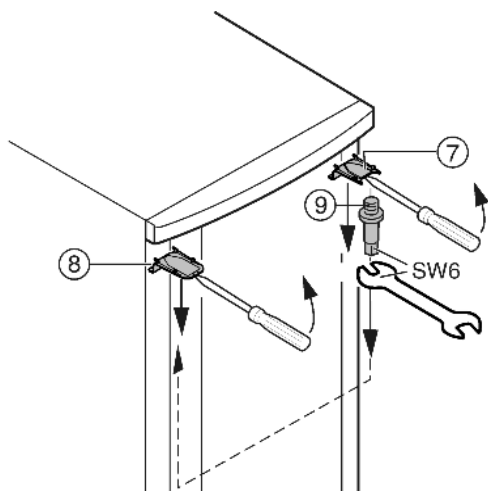

Fig. 7
- ▶ Vipp ut oppe dekelet Fig. 7 (7) og dekelet Fig. 7 (8) med en skrutrekker og fjern de på skrått nedover.
- ▶ Lagerbolten Fig. 7 (9) skrues ut og skrues inn igjen på motsatt side med minst **(med 4 Nm)**.
- ▶ Monter dekelet Fig. 7 (7) på den andre siden av lagerbolten igjen: sett den inn bak og la den klikke på plass foran.
- ▶ Monter dekelet Fig. 7 (8) på den andre siden: sett den inn bak og la den klikke på plass foran.
- ▶ Hekt døren ovenfra inn på lagerboltene Fig. 7 (9).